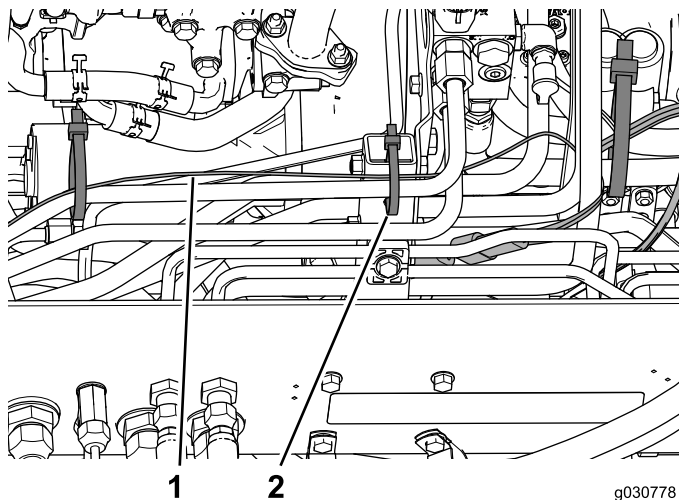
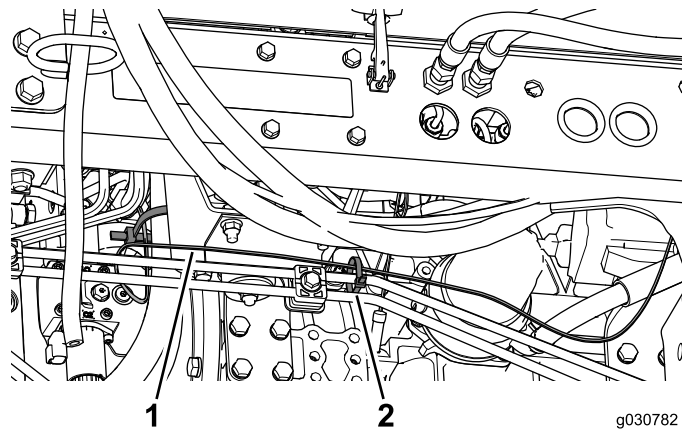

Bild 49
Bild 50
5. Befestigen Sie den Kabelbaum mit Kabelbinden an den Hydraulikschläuchen und starren Leitungen; die Stellen sind in **Bild 49** und **Bild 50** abgebildet.